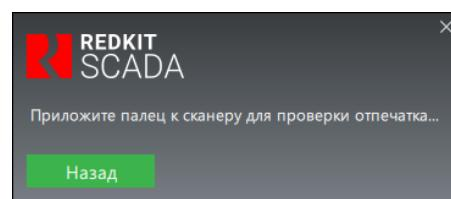

Рисунок 192 - Вход в Redkit с отпечатком
3. Нажмите "Войти". Появится сообщение - Рисунок 192.